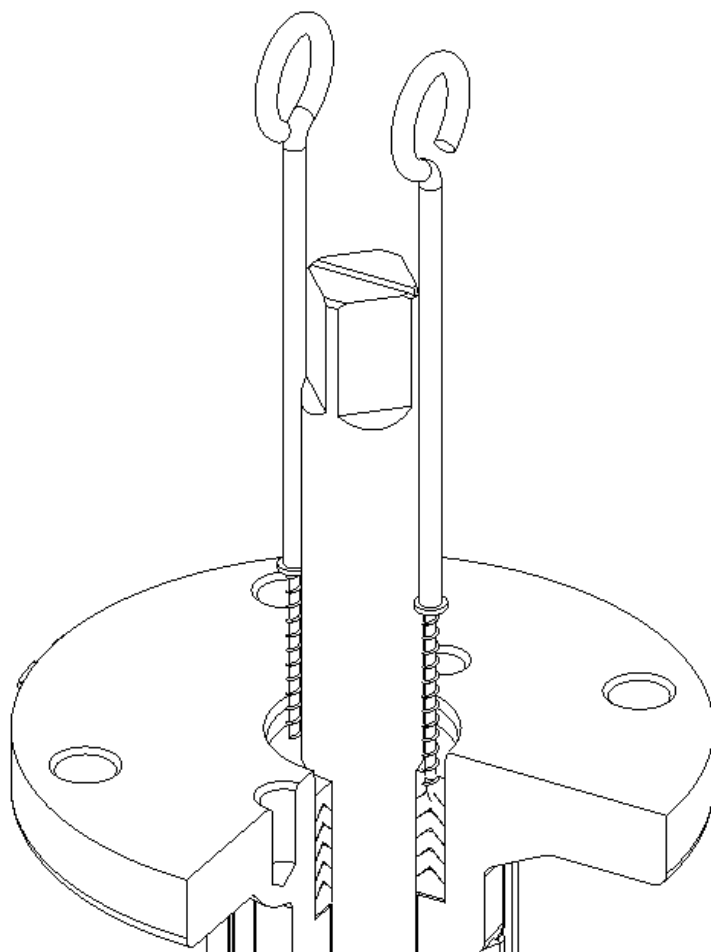

Fig.11
- 12.2 将填料箱(Stuffing Box)中的迫紧圈全部勾出。(Fig.11)